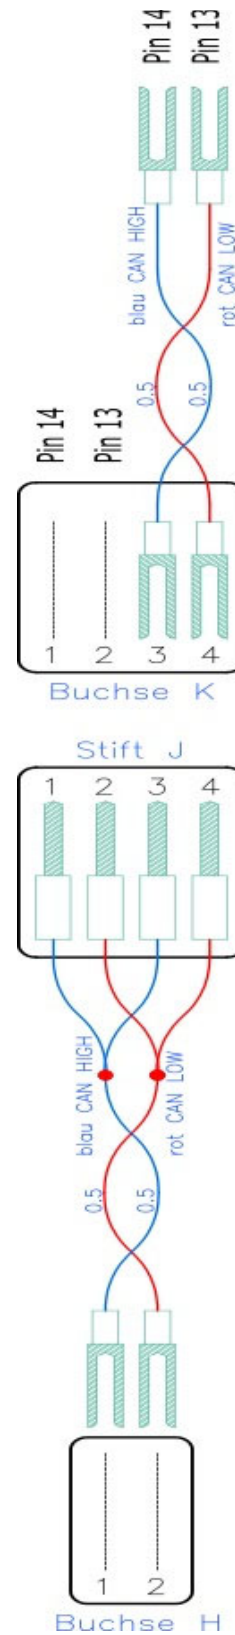

Abb. 07
2. Die CAN Kabel aus dem Stecker entfernen und nach Schaltplan (siehe Abb. 07) verdrahten.